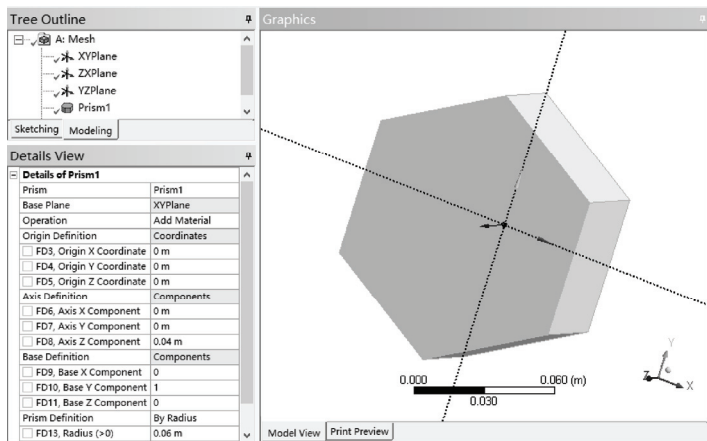

图 4-16 创建棱柱
- 4) 在工具栏中单击 Generate 按钮生成图形, 得到的细节窗口和模型如图 4-16 所示。